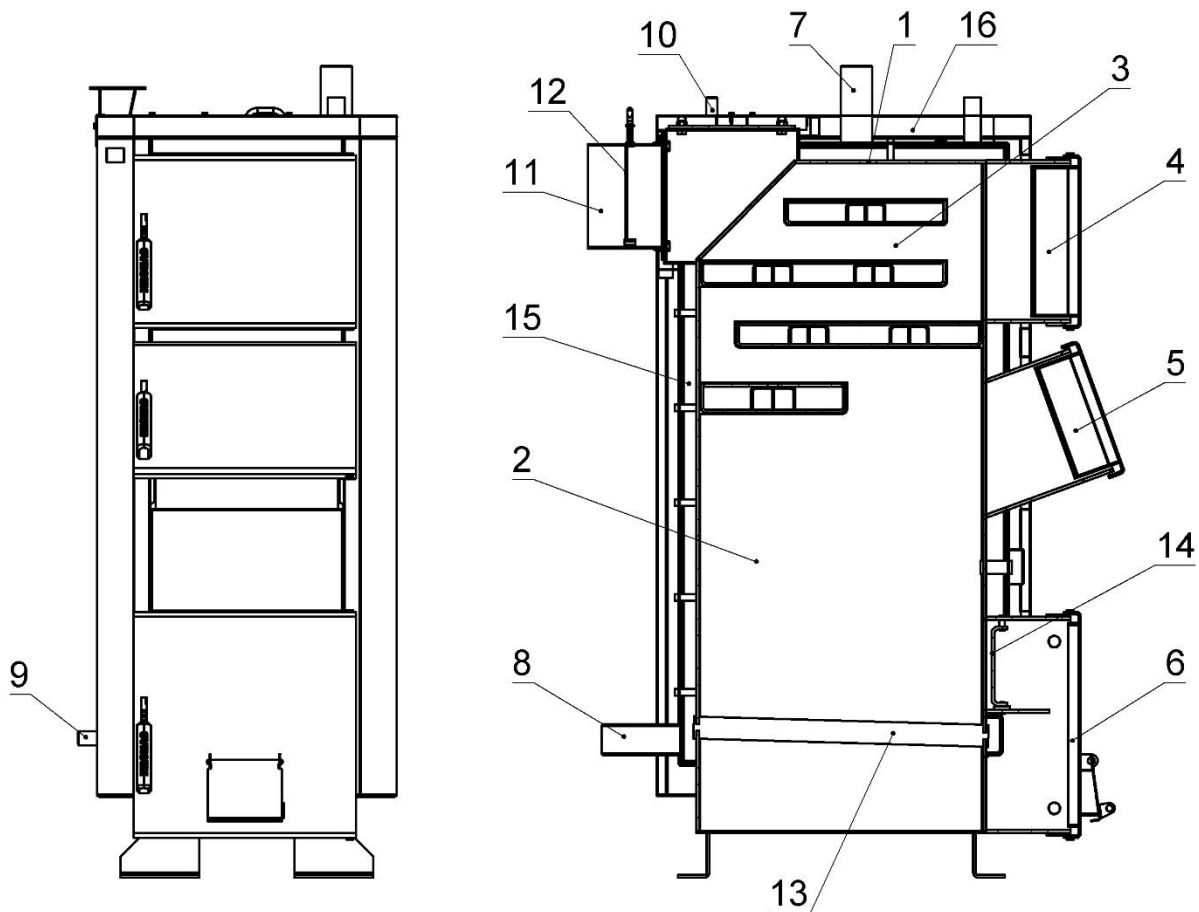

Рисунок 5.1 – Внешний вид и основные элементы котлов типа КТК
Конструктивно котел представляет собой сборносварную конструкцию, состоящую из корпуса (поз. 1, рис. 5.1) с камерой сгорания (топкой) (поз. 2, рис. 5.1). Над топкой расположена конвекционная часть котла (поз. 3, рис. 5.1), что представляет собой высокоэффективный трёхходовый теплообменник.
Корпус котла выполнено в форме параллелепипеда с двойными стенками, которые разделены водными перегородками (поз. 15, рис. 5.1). На наружной поверхности корпуса под декоративной обшивкой закреплена тепловая изоляция (поз. 16, рис. 5.1). Топливо для процесса сжигания загружается на колосниковую решётку (поз. 13, рис. 5.1) через загрузочную дверцу (поз. 5, рис. 5.1). Колосниковая решётка выполнена из толстостенных бесшовных труб в которых постоянно циркулирует вода из водяной оболочки котла, что исключает возможность их прогорания. Сгорание топлива в топке происходит с участием воздуха, которое поступает под колосниковую решётку нагнетающим вентилятором. Количество воздуха, необходимого для процесса сгорания, регулируется автоматически блоком автоматики управления.
Подведение и отвод теплоносителя осуществляется соответственно через патрубки обратной сетевой воды (поз. 8, рис. 5.1) и прямой сетевой воды (поз. 7, рис. 5.1).
Топочные газы выходят в дымоход через боров (поз. 11, рис. 5.1), расположенный в задней части котла. Боров оборудовано дроссельным клапаном продуктов сгорания - шибером (поз. 12, рис. 5.1). В случае слишком высокой тяги в дымоходе шибер позволяет снизить её путём частичного перекрытия выходного отверстия борова.
В верхней части корпуса котла расположен штуцер для установления группы безопасности котла (поз. 10, рис. 5.1).
На боковой стенке корпуса в нижней её части размещён штуцер для слива воды из котла (поз. 9, рис. 5.1).
- дверца для периодического обслуживания (чистки) конвекционной части котла (поз. 4, рис. 5.1);
- ревизионная дверца (поз. 6, рис. 5.1) для периодической чистки колосниковой решётки;
Датчик температуры в комплекте контроллера необходимо закрепить на неизолированной участке патрубка прямой сетевой воды (поз. 8, рис. 5.1), используя шпильковое крепление (бандаж). После предварительной затяжки бандажа (бандаж можно обернуть вокруг трубы дважды, или отрезать избыток ножницами для металла), вложить датчик температуры между бандажом и трубой. Осторожно зажать бандаж так, чтобы датчик температуры не перемещался под бандажом. Очень сильное затягивание может повредить измерительные элементы. Обмотать датчик термоизоляционным материалом.
Заполнение котла и всей системы отопления водой должно происходить через штуцер слива воды из котла (поз. 10, рис. 5.1). Заполнение необходимо делать медленно, чтобы обеспечить устранение воздуха из системы.